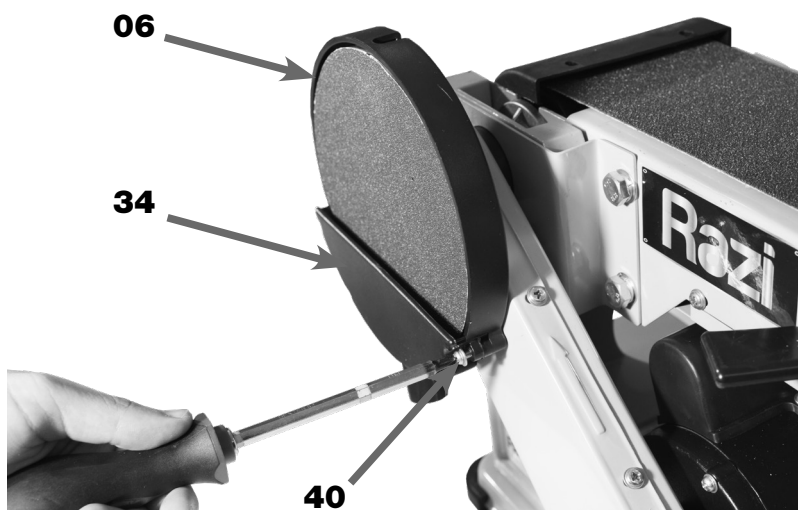

Figura 19 - Proteção Inferior da Lixa de Disco
9. FIXAR a Proteção Inferior da Lixa de Disco (34) pelos Parafusos de Fixação (40) (figura 19);